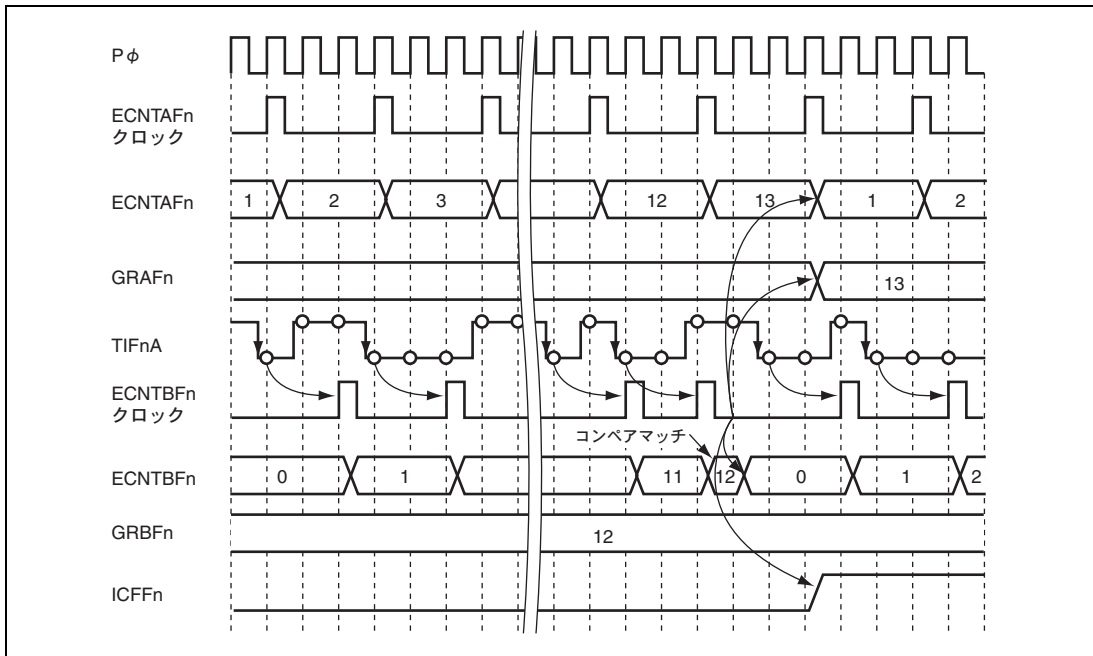

図 13.38 有効エッジ入力間隔計測の動作例
- ECNTBFn : TIFnA入力より与えられた信号のエッジをカウントします。カウント対象のエッジは、立ち上がり、立ち下がり、両エッジのいずれかを選択可能です。この例では立ち下がりエッジをカウントします。また、同期化処理のためにTIFnAには2サイクルの遅れが生じます。ECNTAFnのコンペアマッチの検出後、次のPφクロックに同期してカウント値をクリアします。コンペアマッチによるカウントクリアと同時にカウント対象エッジが与えられた場合は、カウンタクリアとエッジカウントを1サイクルの間に行ったものと見なし、カウント値はH'0001となります。この例を図13.38に示します。
GRBFnに対象とするエッジの数 (GRBFn の値) を指定すると、それだけのエッジをカウントするのに要した時間が GRAFn に得られます。この時間を対象とするエッジの数で割ることによって、エッジ入力間隔の平均値を得ることができます。得られる時間は、ECNTAFn のカウントソースクロックの周期 (GRAFn の値) として示されます。このときのタイマ Fn の動作は次のとおりです。また動作例を図 13.38 に示します。これは、12 個のエッジをを入力するのにカウントソースクロック 13 周期を要した例です。ここでの ECNTAFn クロックと ECNTBFn クロックは、それぞれ時間計測カウンタ ECNTAFn とイベントカウンタ ECNTBFn がカウント動作やクリア動作を行うタイミングを示しています。